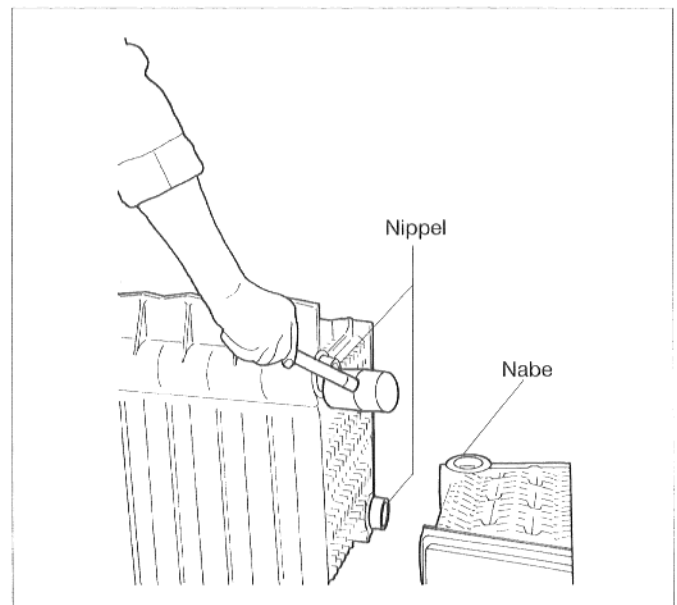

Abb. 4
- Nippel mit Gummihammer oder mit Stahlhammer unter Verwendung einer Holzunterlage leicht einschlagen (Abb. 4). Darauf achten, daß der Nippel fluchtend sitzt.